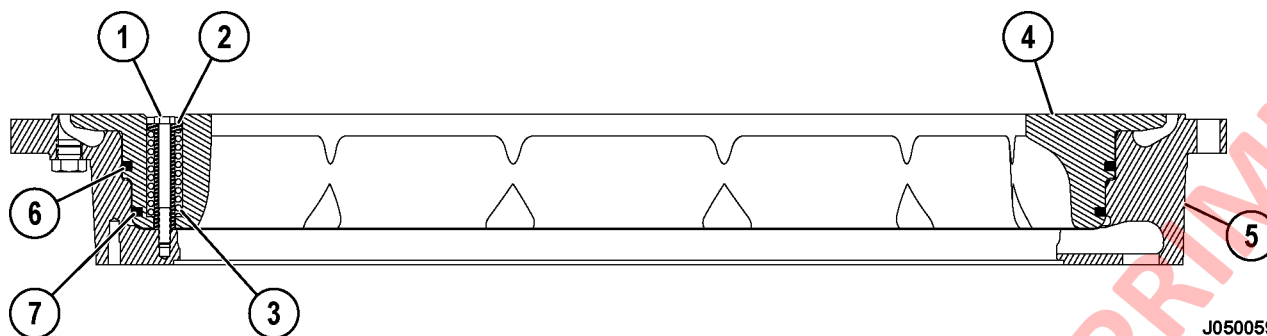

FIGURA 5-7. DESMONTAJE DEL PISTÓN
14. Inserte un perno de empuje de 7/8 UNC x 2 in en cada uno de los tres orificios roscados en la caja del pistón. Apriete los pernos de manera pareja para sacar la caja del engranaje de corona (5). Saque y elimine la junta tórica (4).
15. Ponga el conjunto del pistón con los resortes de retracción (3) en la parte superior, como se muestra en la Figura 5-7.
16. Saque los pernos (1, Figura 5-7), las guías del resorte (2) y los resortes de retracción del pistón (3).
5. Inspeccione los resortes de retracción del pistón (3, Figura 5-7). Revise que alcancen su altura libre y pruebe su altura bajo carga. Reemplace los resortes si no están dentro de aprox. el 10% de la especificación.
1. Revise la cavidad de la caja del pistón (5, Figura 5-7) para ver si hay rayas, marcas o partículas de suciedad. Ubique la caja con la cavidad hacia arriba en una superficie de trabajo.
2. Lubrique la porción de la junta tórica de la sección cuadrada de los conjuntos de sello del pistón (6) y (7) con aceite hidráulico tipo C-4 e instálelos en las ranuras del pistón (4). Asegúrese de que la junta tórica no está torcida.
7. Monte 12 pernos (1), las guías del resorte (2) y los resortes de retracción del pistón (3). Aplique Loctite® a las roscas de los pernos e instale las piezas ensambladas en los orificio roscados en la caja a través del pistón. Apriete los pernos a **122 N·m (90 lb-ft)**.